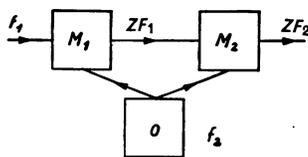

Fig. 54
54. Ein Empfänger soll eine feste Frequenz von $f_1 = 50\ \text{MHz}$ empfangen. Zu diesem Zweck benützt man eine doppelte Frequenztransponierung gemäß Fig. 54 mit einem gemeinsamen Oszillator, und am Schluß eine ZF₂ von $450\ \text{kHz}$ zu erhalten. Berechne die Frequenz f_0 des Oszillators.